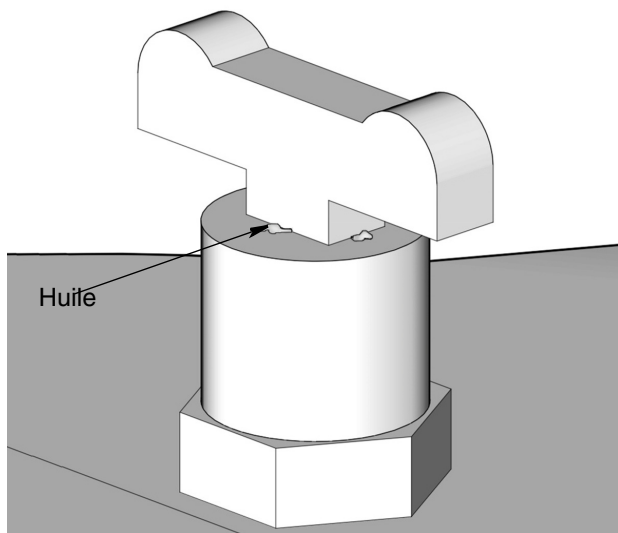

FIG. 6
1. S'assurer que la **conduite d'alimentation (G)** soit branchée et qu'aucune conduite ne soit ouverte pour prévenir la fuite d'huile de la **sortie de la pompe (E)**.
2. Fermer la **vanne d'arrêt de l'alimentation en huile (V)**.
3. Mettre en marche la **pompe/système d'alimentation d'entrée d'huile (DD)**.
4. Régler le **détendeur (U)** pour limiter la pression d'entrée d'huile à 5,5 bars (0,55 MPa, 80 psi).
5. Ouvrir doucement la **vanne d'arrêt de l'alimentation en huile (V)**.
6. Éliminer l'air prisonnier dans le réservoir de pompe (K) en ouvrant doucement le robinet de purge (BB) jusqu'à l'apparition de l'huile après l'élimination de l'air, comme illustré sous FIG. 6.